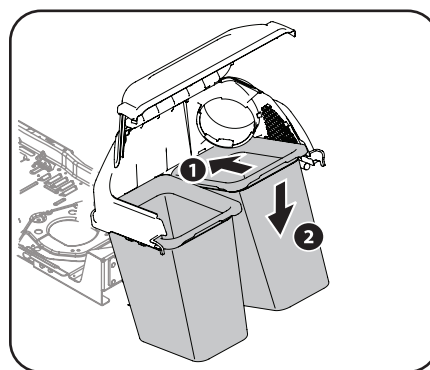

Figure 4-11
7. Installez les deux sacs collecteurs d'herbe (964-05104) sur leur support en insérant d'abord la partie avant du sac collecteur, puis la partie arrière jusqu'à ce que chaque sac soit correctement placé sur son support. Voir Figure 4-11.